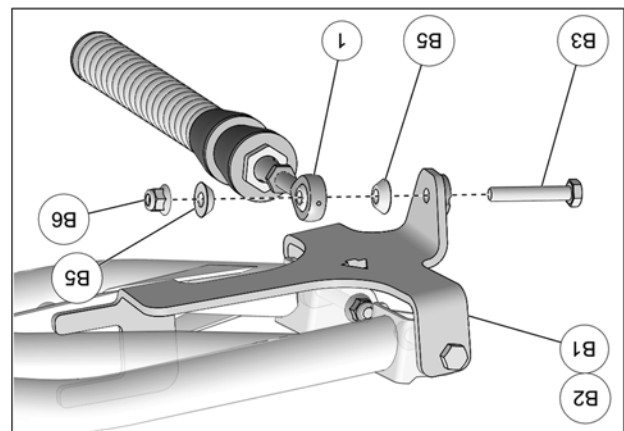

Fig. 10
10. Fixer le bras stabilisateur (1) à l'ancrage de suspension (B1-B2) à l'aide du boulon (B3), des espaces coniques (B5) et de l'écrou autobloquant (B6). Serrer à un couple de $70\text{ N}\cdot\text{m}$ [52 lb·pi]. Voir la Fig. 10